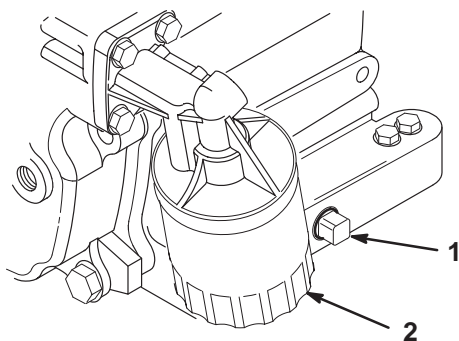

Bild 19
5. Entfernen Sie die Ablassschraube (Bild 19) und lassen das Öl in ein Auffanggefäß ab. Drehen Sie, wenn das Öl vollständig abgelaufen ist, die Ablassschraube wieder auf.
2. Entsorgen Sie den alten Ölfilter (Bild 19). Ölen Sie die neue Dichtung am Ölfilter leicht mit frischem Öl ein.